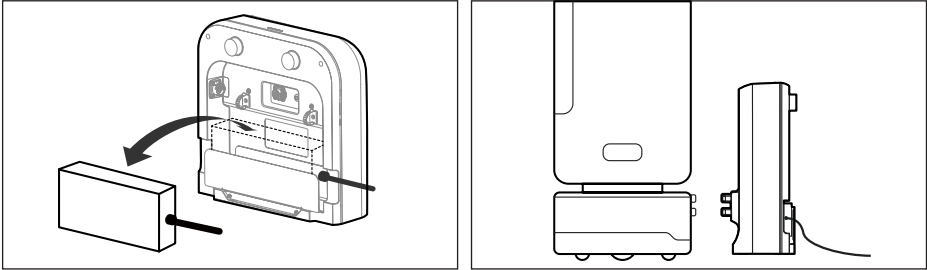

Figure 3
2. Après avoir connecté l'interface de l'adaptateur secteur à la station de charge, vous pourrez insérer l'adaptateur dans la fente prévue à cet effet (reportez-vous à la Figure 3).
4. Après avoir connecté l'adaptateur secteur à la station de charge, assurez-vous qu'elle est placée en toute sécurité. Le robot pourra commencer à se recharger une fois sur la station de charge (reportez-vous à la Figure 3).